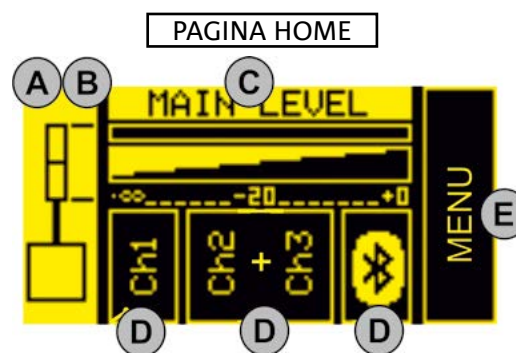

Figura 1
La pagina HOME (figura 1) permette le operazioni fondamentali:
A. tramite [5] selezionare la casella a sinistra (figura 1) in modo da evidenziarla. Confermare e ruotare per selezionare la configurazione appropriata. E' possibile impostare il sistema ES1203 come:
- DOPPIA COLONNA STEREO MASTER LEFT (ML)
- DOPPIA COLONNA STEREO SLAVE LEFT (SL)
- DOPPIA COLONNA STEREO MASTER RIGHT (MR)
- DOPPIA COLONNA STEREO SLAVE RIGHT (SR)